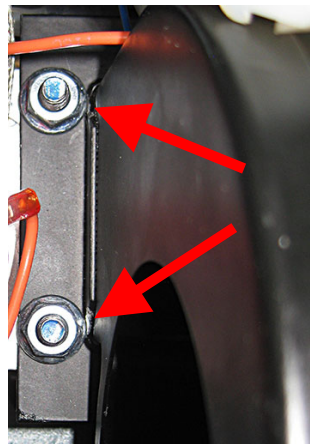

図10
14. 7/16 インチドライバーを使用して左のプロワーナットを取り外し、右のプロワーナットを2回転または3回転緩めます(図10を参照)。